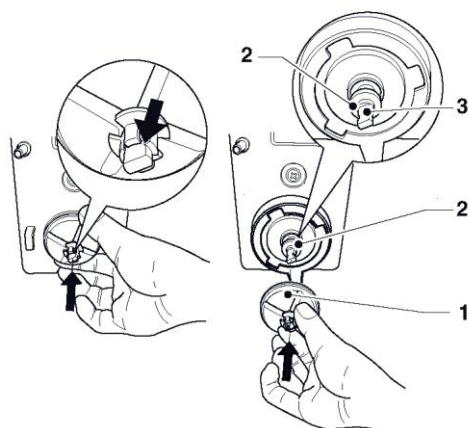

Рис. 36
- чтобы разобрать импеллеры, слегка нажмите на них и потяните (рис. 36).